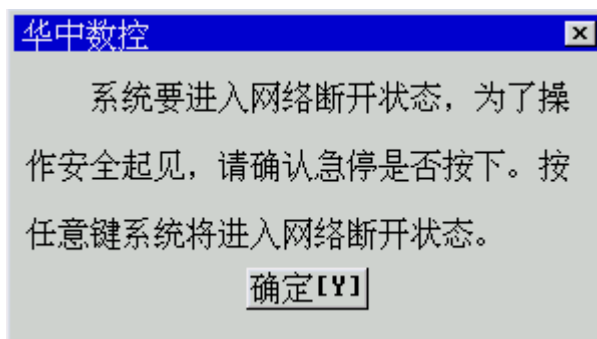

图 7.3.2 断开网络连接
- (3) 在断开盘符输入框内输入一个已建立网络连接的虚拟驱动器名，如 X:；
- (4) 按 **Enter** 键，弹出如图 7.3.2 所示对话框；